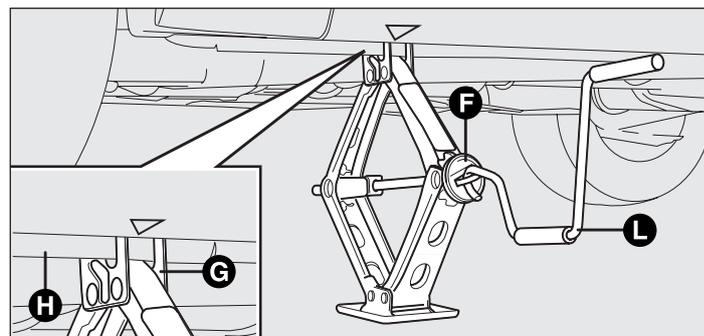

fig. 147
- ❑ azionare il dispositivo F-fig. 147 in modo da distendere il cric, sin quando la parte superiore del cric G si inserisce correttamente all'interno del dispositivo di ritenuta H;
- ❑ azionare la manovella L-fig. 147 del cric in modo da abbassare la vettura ed estrarre il cric;